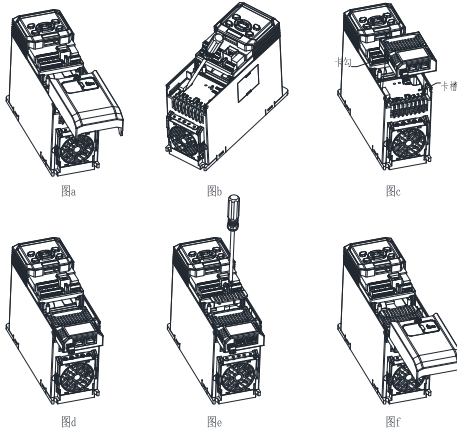

图 4 PN 通讯选件安装步骤图
- （1）变频器非上电状态下，按下下盖板中上部颗粒状处，用力向下滑动，取下变频器下盖板，如图 4-a 所示。
- （2）使用一字螺丝刀撬掉防尘盖或移除橡胶塞，如图 4-b 所示。
- （3）安装 PN 选件：将内装有总线卡的扩展盒朝上（指示灯朝上），对准 PN 选件安装位置总线电气接口，水平往下按压，使得扩展盒弹压式卡口和变频器下端卡勾咬合，如图 4-c 与图 4-d 所示，再用随机附送的压片固定扩展选件并用螺钉锁紧（仅箱体 B 机型），如图 4-e 所示。
- （4）完成总线选件组装，如图 4-f 所示。